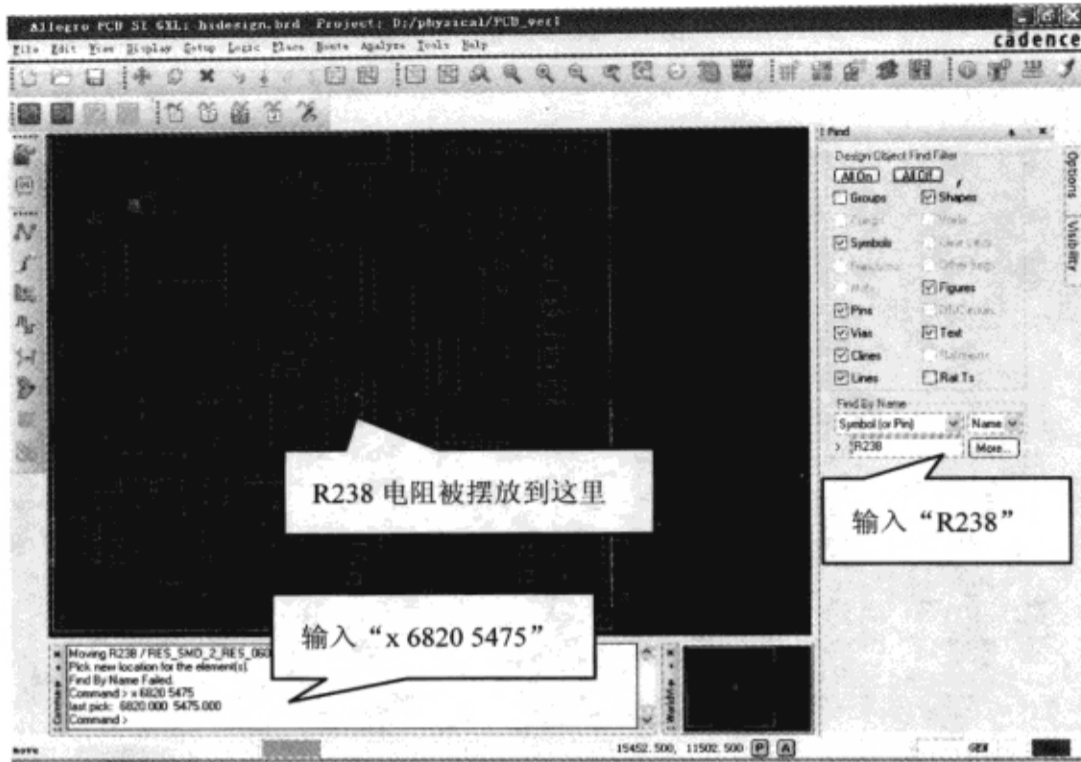

图 2-7-9 摆放电阻 R238
(1) 执行菜单命令“Edit”→“Move”，在控制面板的“Find”页面和“Find By Name”栏选择“Symbol (or Pin)”，在下面的文本框中输入“R238”→按“Enter”键→在命令窗口输入“x 6820 5475”→按“Enter”键，如图 2-7-9 所示。